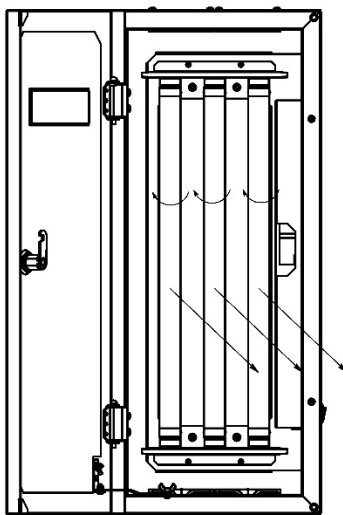

Рис. 2
2.2. Проверните лампы на 90°, как показано на рис. 2. После этого извлеките их;